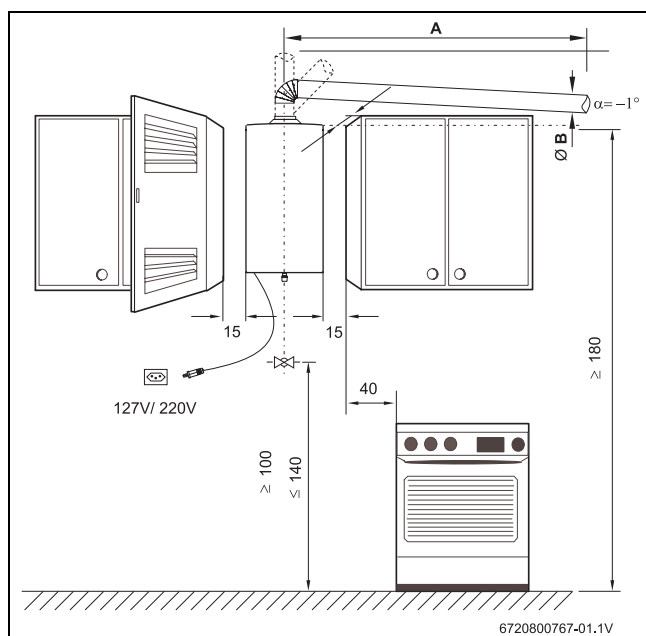

Fig. 11 Distâncias mínimas (em cm)
- Respeitar as medidas mínimas de instalação indicadas na Fig. 11.